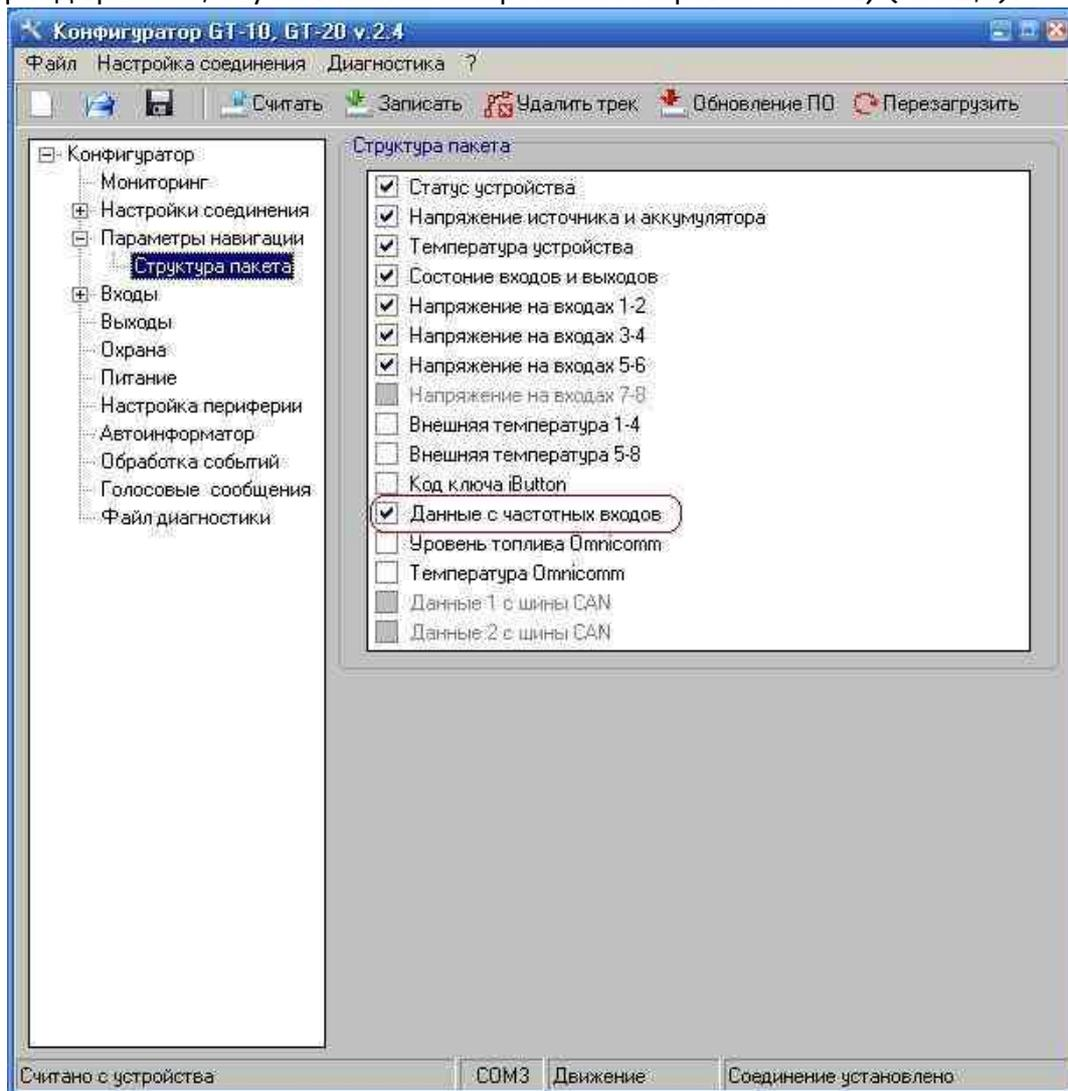

Рисунок 2
3.3. Импульсный сигнал с датчика расхода топлива DFM входом IN4 обрабатывается и данные отправляются на сервер (количество импульсов подсчитанное за изменяемый период времени, обусловленный настройками отправки отчётов) (Рис.2,3):